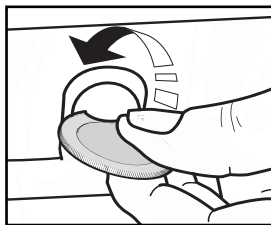

Fig. 4
1. Fjern skruerne og skiverne til højre og venstre ved hjælp af en mønt eller et redskab (Fig. 4).
2. Fjern ribberne ved at løfte dem (1) og dreje dem (2) som vist i.